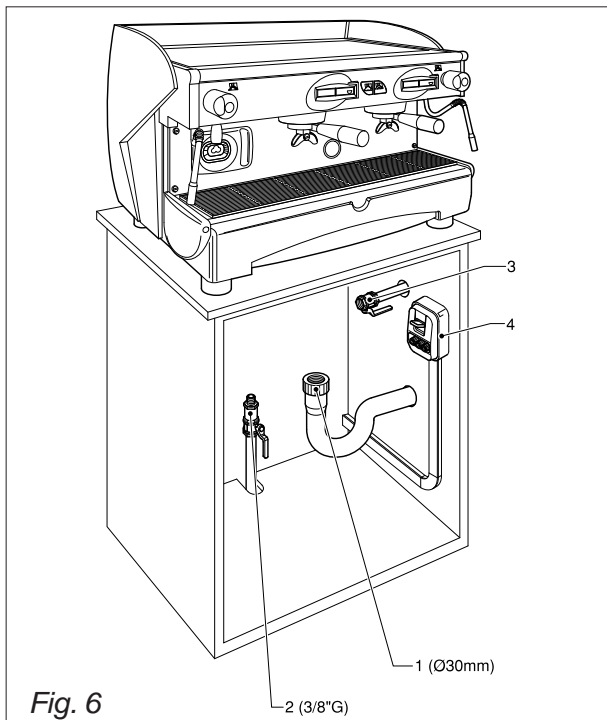

Fig. 6
6.1.1. Alimentazione idrica e gas (Fig.6)
In entrambi i casi predisporre a monte del cavo di alimentazione un interruttore automatico differenziale 4 (Fig.6), completo di sganciatori magnetici secondo i dati riportati sulla targa di identificazione macchina (Fig.1). I contatti devono avere una apertura uguali o superiore a 3 mm.
- Aprire il rubinetto della rete idrica 2 (Fig.6).
- Aprire il rubinetto di rete idrica 2 (Fig.6).
- Aprire il rubinetto del gas 3 (Fig.6).